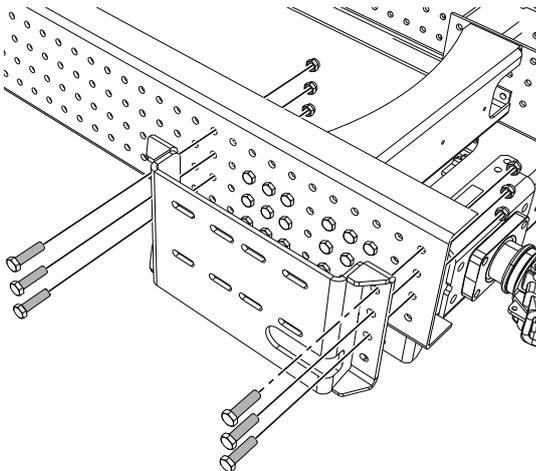

Figura 26. Montar el soporte del chasis como mínimo con 3 tornillos M14x45 10.9 en el borde delantero y trasero del soporte respectivamente.
7. Ajustar y montar los soportes del chasis contra el chasis del vehículo. Montar como mínimo con 3 tornillos M14x45 10.9 en el borde delantero y trasero del soporte. Montar con tuerca en el interior del chasis del vehículo, véase Figura 26. Apretar los tornillos con una llave dinamométrica. **Par de apriete: 115 Nm.**